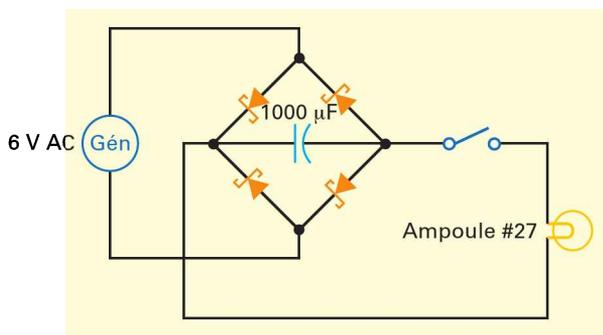

Figure 5.47
- 5.35** La figure 5.47 montre le schéma d'un éclairage de bicyclette. Les diodes sont des diodes Schottky. En utilisant la deuxième approximation, calculez la tension sur le condensateur de filtrage.